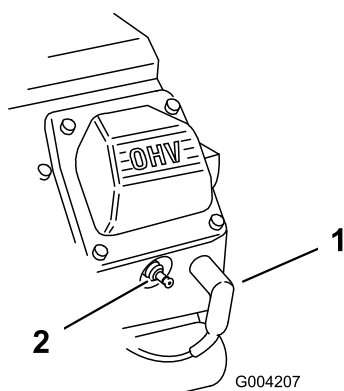

Figura 47
2. Desconecte los cables de las bujías (Figura 47).
3. Conecte los cables a las bujías (Figura 47).